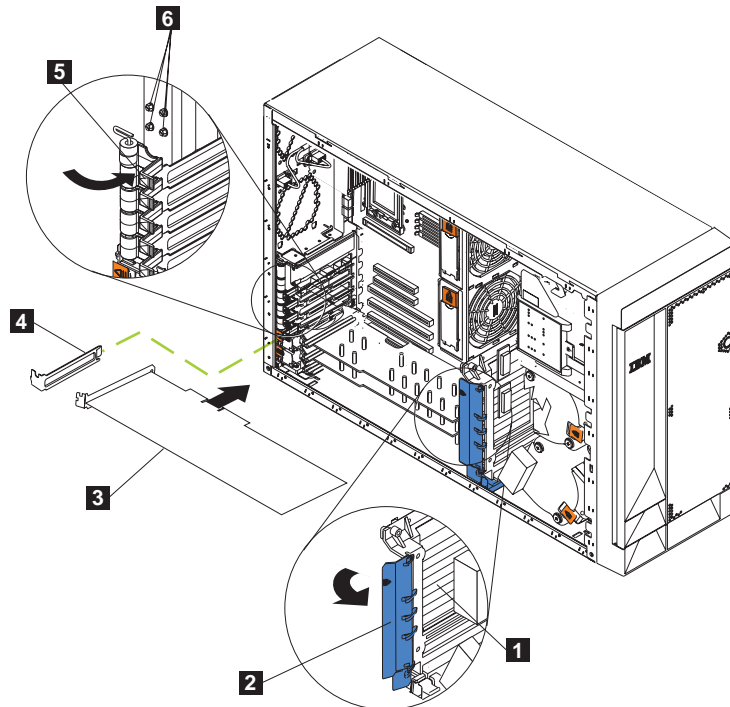
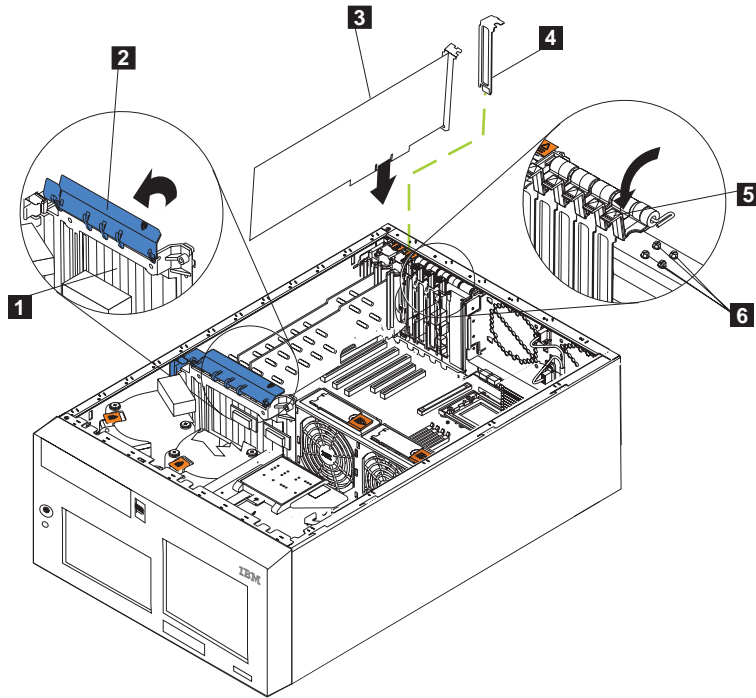

Figura 80. Instalando uma Placa Remote Supervisor (Modelo 25T)
Figura 81. Instalando uma Placa Remote Supervisor (Modelo 25T com o recurso de conversão de montagem do rack)
7. Deslize a tampa do slot de expansão do slot PCI 1 (consulte a Figura 80 e a Figura 81 na página 110). Guarde-a em lugar seguro.
- c. Prenda a placa com um parafuso: insira um dos parafusos do slot de expansão de backup (consulte a Figura 80 na página 109 e a Figura 81 para a localização dos parafusos), através da parte superior do suporte da placa, no orifício do parafuso para prender a placa.